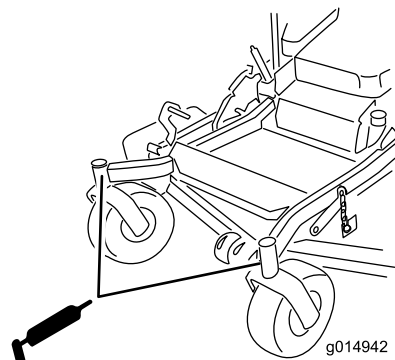

Figura 41
10. Instale el tapón hexagonal y la tapa (Figura 41).